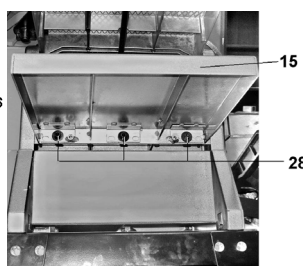

Рис. 6
9.2.6. При оборудовании строгального станка для выполнения строгания в размер по высоте (рейсмус) при необходимости установите и закрепите болтовыми соединениями (28) удлинитель стола (15), Рис.6.